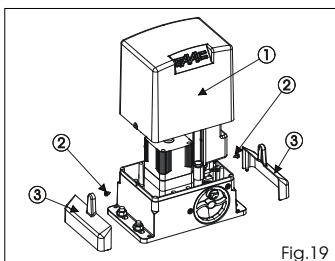
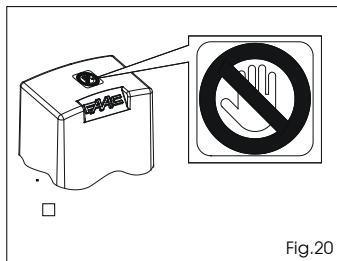

Fig. 19
Fig. 20
Coloque el soporte de la tarjeta en su posición original. Introduzca el cárter (Fig.19 ref.1), apriete los dos tornillos laterales suministrados (Fig.19 ref.2) e inserte a presión los bordes laterales (Fig.19 ref. 3). Aplique el adhesivo de señalización de peligro en la parte superior del cárter (Fig.20).